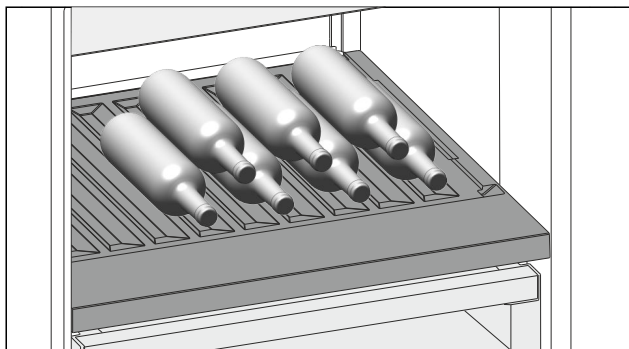

Fig. 143
- ▶ Introduceți sticlele cu fundul în spate, către peretele posterior. (vezi Fig. 143)